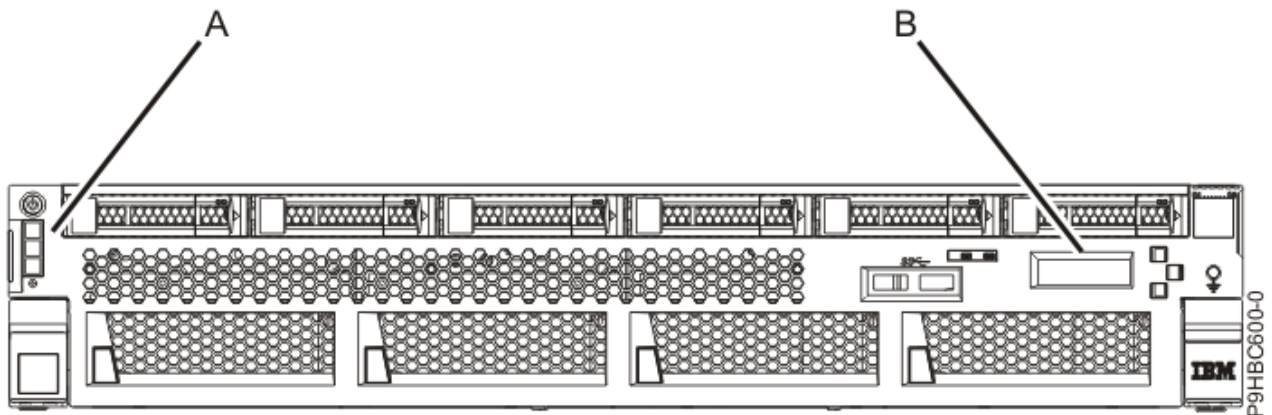

図 1. コントロール・パネル
1 ページの図 1 は、コントロール・パネル (A) およびコントロール・パネル・ディスプレイ (B) を示しています。